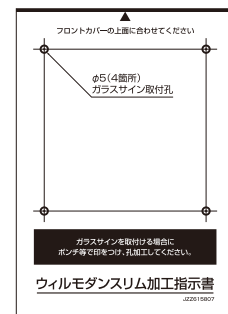

図1-2 加工指示書
- サインの取付けの際に加工の位置がずれないように加工指示書を付属しています。(図1-2参照)